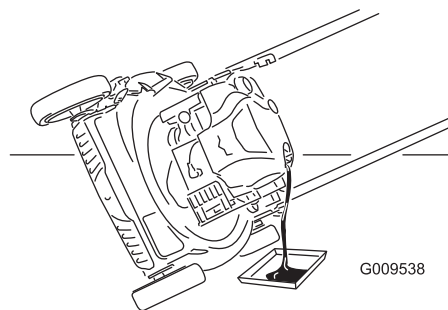

Figure 26
4. Inclinez la machine sur le côté (jauge en bas) pour vidanger l'huile usagée par le goulot de remplissage (Figure 26).